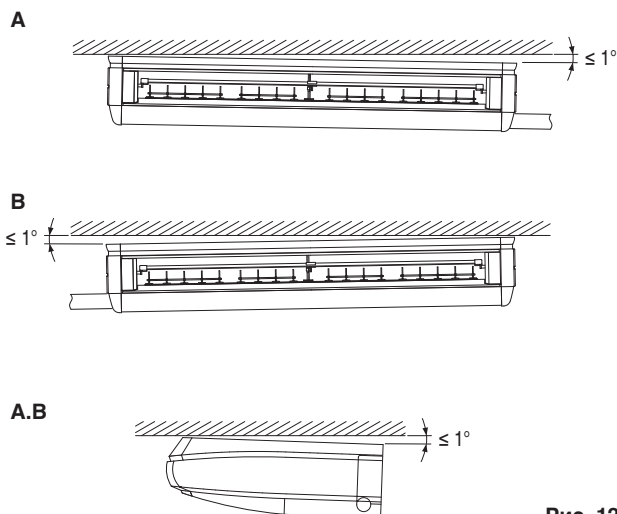

Рис. 12
- (5) В процессе подвешивания внутреннего блока используйте уровень для обеспечения нормального стока конденсата. Устанавливайте блок горизонтально. Также при наличии возможности производите установку таким образом, чтобы дренажный трубопровод располагался немного ниже. (См. рис. 12)